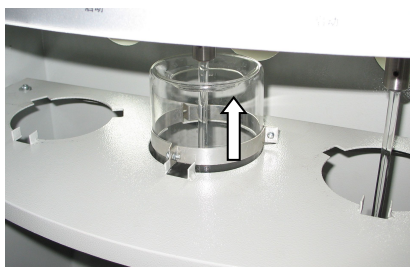
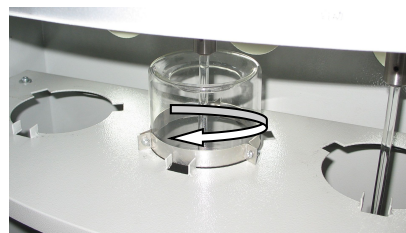

图 2
图 3
3. 依据图 2、图 3 的步骤，将萃取瓶放上架子，即可进行萃取工作。